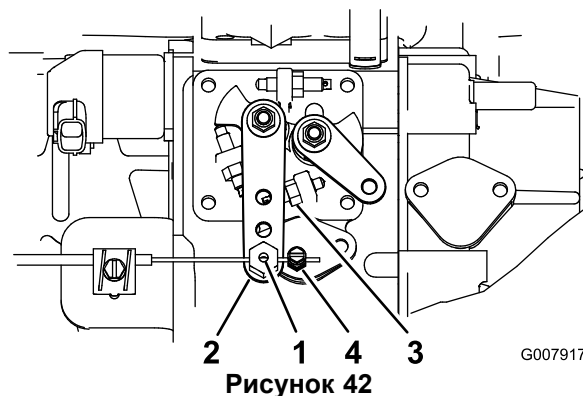

Рисунок 42
2. Ослабьте соединитель тросика дроссельной заслонки рядом с рычагом насоса для впрыска топлива (Рисунок 42).
3. Удерживайте плечо рычага насоса для впрыска топлива прижатым к упору высоких оборотов холостого хода (Рисунок 42).